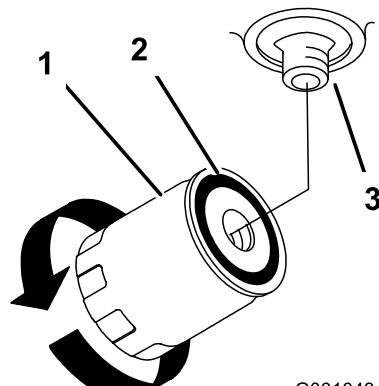

Figura 75
4. Retire el filtro usado y límpie con un paño la superficie de la junta del adaptador del filtro (Figura 75).
7. Gire el filtro en sentido horario hasta que la junta de goma entre en contacto con el adaptador del filtro, y apriete el filtro media vuelta más (Figura 75).